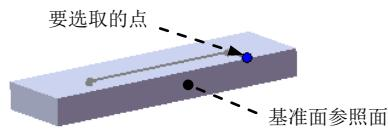

图 13.2.7 基准面参照
(2) 选取参考实体。选取图 13.2.7 所示的点和面为参考实体。
(3) 单击 按钮，完成基准面 1 的创建。